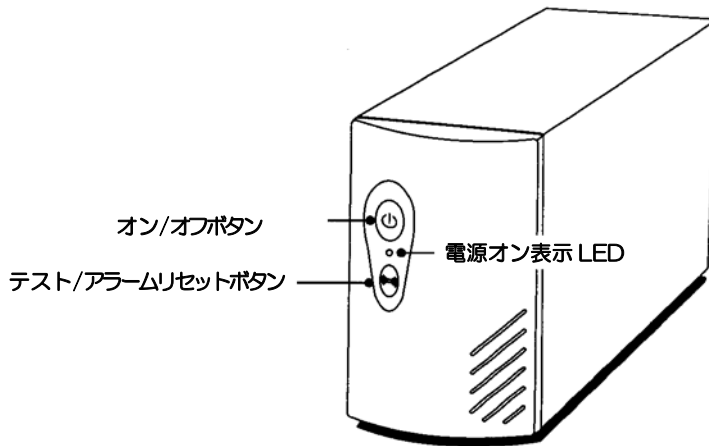

図 2. UPS-420 D・650 D 前面パネル
5. 図2に示された、オン  ボタンを押してUPS を起動して下さい。
UPS の電源を入れるには、電源に UPS のプラグを差し込んだ後、前面パネルの  ボタンを押します（6 ページの図 2 を参照）。 ボタンを押すと、起動ブザーが鳴り、UPS は自己診断を行い、電源オン LED が点灯して、後部コンセントから電力供給が始まります。